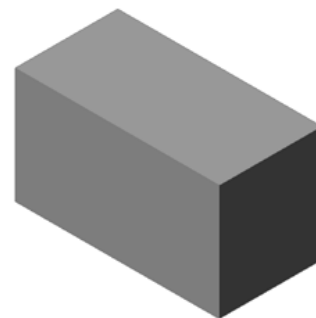

Рис. 17
4. Створіть витяжку. Натисніть кнопку **OK**  (рис. 17).